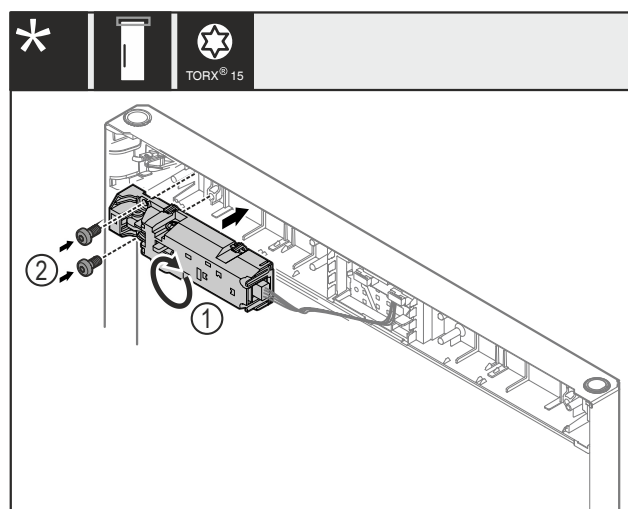

Fig. 24
- Tourner la fermeture Fig. 24 (1) de 180° et la fixer sur le côté opposé.
- Fixer la fermeture Fig. 24 (1) avec les vis Fig. 24 (2).